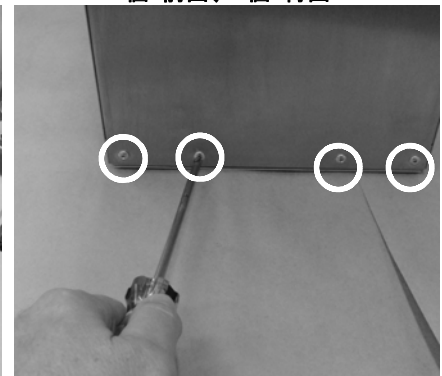

図 6-13 ブローワーのプラグとボルトの取外し
4. 図6-13を参照。ブローワーケーブル ソケット横のM4 x 10フィリップス ボルトを取外します。ブローワーケーブルをソケットから引き抜きます。
2. 図6-13を参照。8個のボルトをランプヘッドベースに取付けます（4個が前面、4個が背面）。2個のボルトを用いてユニケーブルソケットをカバーに固定します。ボルトを1.35 N•m (12 in.-lbs) で締めます。